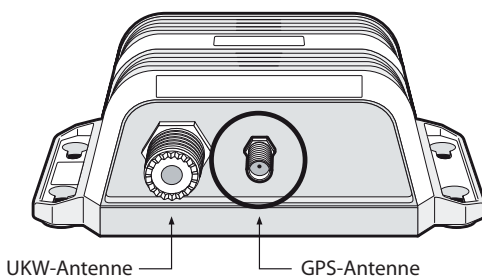

Abbildung 8: Position der GPS-Antennenbuchse
- Schließen Sie, wie in Abbildung 8 gezeigt, das Kabel von der GPS-Antenne an der GPS-Buchse des AIS-Transceivers an.